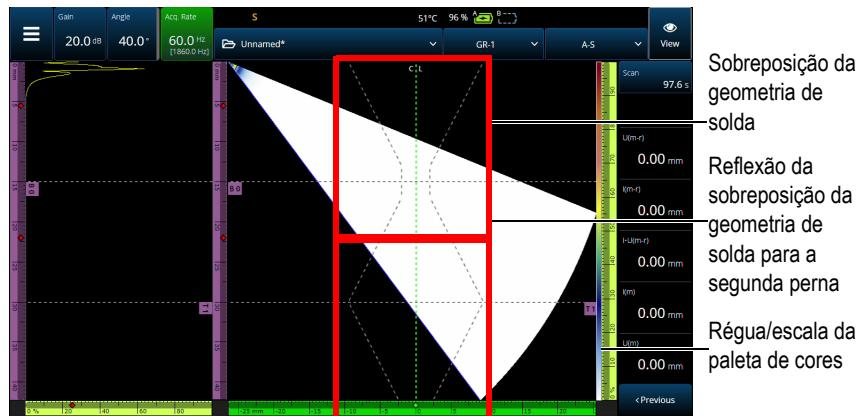
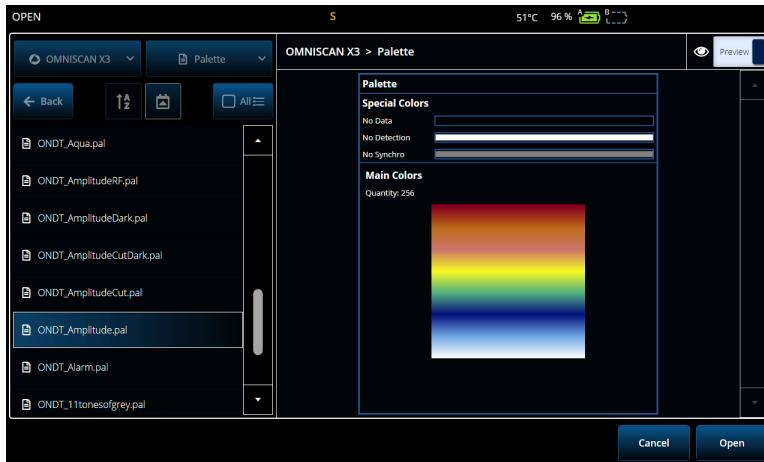
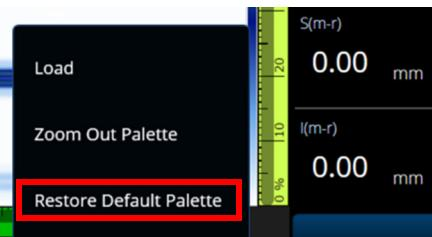

Figura 2-57 Exemplo de uma sobreposição de geometria de solda de offset em V
Figura 2-60 Seletor de paleta de cores
Figura 2-61 Restaurar paleta padrão
Se sua peça inspecionada incluir uma sobreposição (soldagem ou personalizada), você pode alternar a visibilidade da sobreposição. A sobreposição é um desenho da geometria da solda ou do desenho selecionado sobreposto na visualização do S-scan. Este recurso pode ajudá-lo a visualizar onde as indicações estão localizadas em relação à geometria da peça ou da solda (Figura 2-57 na página 111). A reflexão da sobreposição (para levar em conta a segunda perna, terceira perna, etc.) pode ser ligada/desligada no menu **Menu > Display > Overlay > Multiple Legs** (menu > tela > sobreposição > várias pernas).
- ◆ Toque e segure a régua/escala da paleta de cores (mostrada no lado direito da Figura 2-57 na página 111) e depois selecione **Load** (carregar). Revise as paleta de cores disponíveis e toque em **Open** (abrir) para mudar a paleta (Figura 2-60 na página 115).
- ◆ Pressione e segure a régua/escala da paleta (mostrada no lado direito da Figura 2-57 na página 111) e selecione **Restore Default Palette** (restaurar paleta padrão) (consulte a Figura 2-61 na página 116).